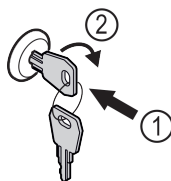

Fig. 57
- ▶ Πιέστε μέσα το κλειδί Fig. 57 (1).
- ▶ Περιστρέψτε το κλειδί 90° δεξιόστροφα Fig. 57 (2).